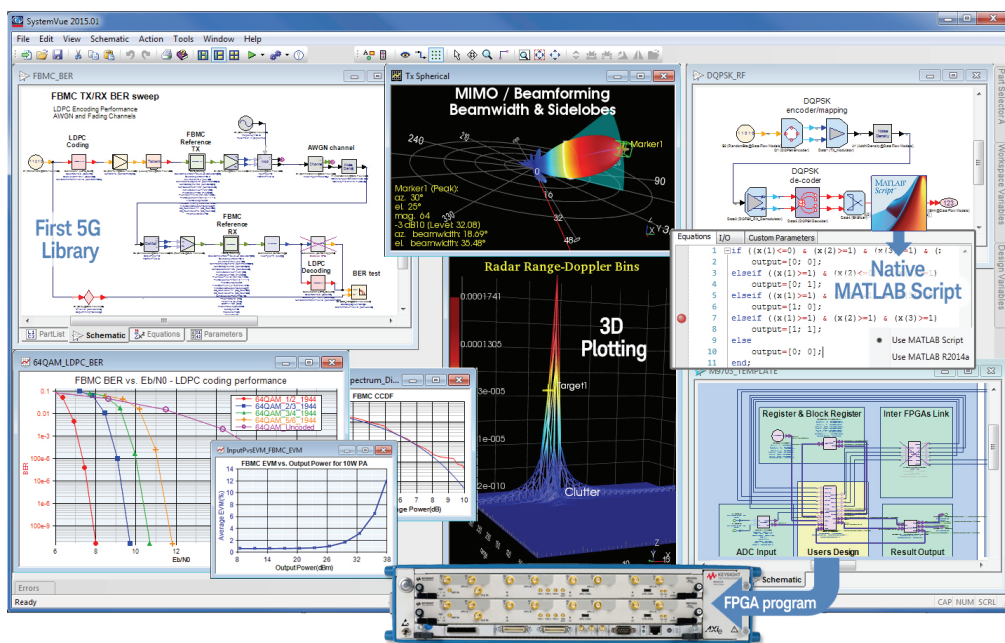

图 3. SystemVue 作为 ESL 设计和信号处理的专用平台，可替代通用的数字、模拟和数学环境。它支持系统架构师和算法开发人员构建创新的无线 PHY 和航空航天 / 国防通信系统，并为射频、DSP 和 FPGA/ASIC 实施提供卓越价值。
此类解决方案的典型例子是是德科技电子系统级 (ESL) 设计软件、5G 基带探测程序库和 N7608B Signal Studio 定制调制软件。该解决方案能够提供所需要的灵活性和高级功能，从而快速、有效地生成和评测 5G 移动通信波形。SystemVue 是一个系统级通信设计环境，可生成 5G 候选波形 (图 3)。它把物理层 (PHY) 基带算法建模、精确射频建模、基于标准的参考知识产权 (IP) 和测试设备的直接交互结合在一起。SystemVue 在研发周期的早期使用，它把射频和基带设计路径转入实施，提供持续的交叉验证。